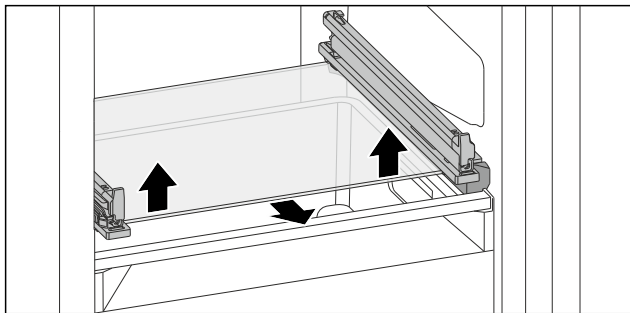

Fig. 202 Staklena ploča nagibne ladice
- ▶ Pritisnite staklenu ploču odozdo s obje strane prema gore. (pogledajte Fig. 202)